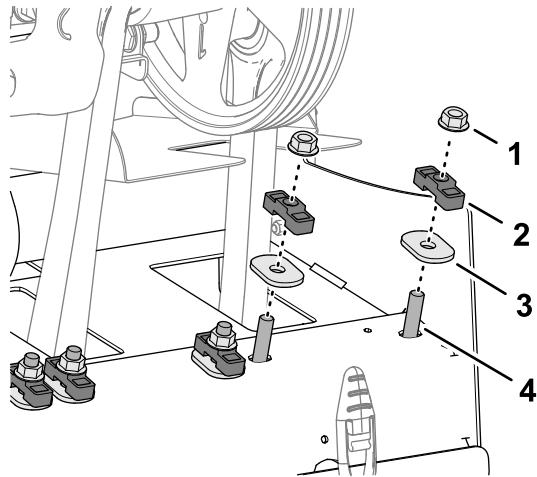

Bild 121
1. Entfernen Sie die beiden Sicherungsbundmuttern, mit denen die Roto-Link-Dämpferwelle am hinteren Rahmen der Maschine befestigt ist (Bild 121).